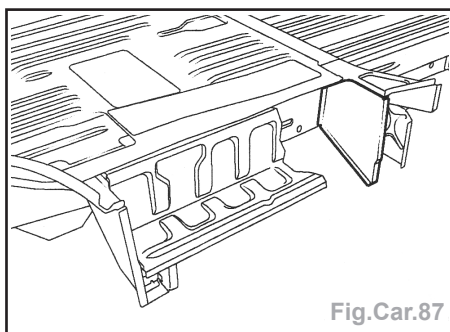

Fig.Car.87
**Nota** : le remplacement de cette pièce est une opération complémentaire au remplacement de la fermeture de bas de caisse pour une collision latérale (Fig.Car.87).